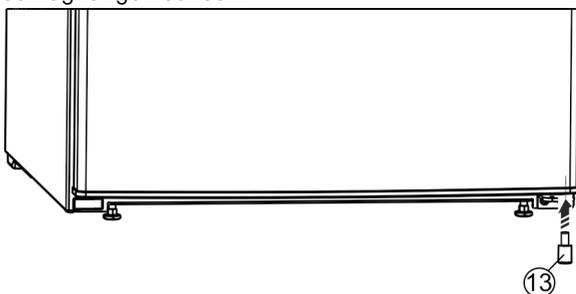

Fig. 27*
- ▶ Das Distanzteil Fig. 27 (13) wieder rechts unten in die Tür einsetzen, weil es wichtig für die Standfestigkeit des Geräts ist.*